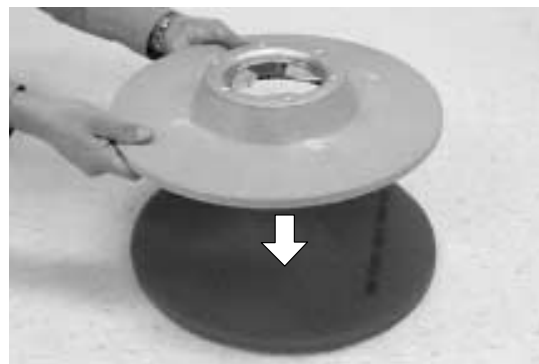

ABB. 6
2. Bringen Sie den Belag an, indem Sie ihn über dem Antriebsteil zentrieren und dann mit der Hand andrücken, um ihn zu sichern (Abb. 6).